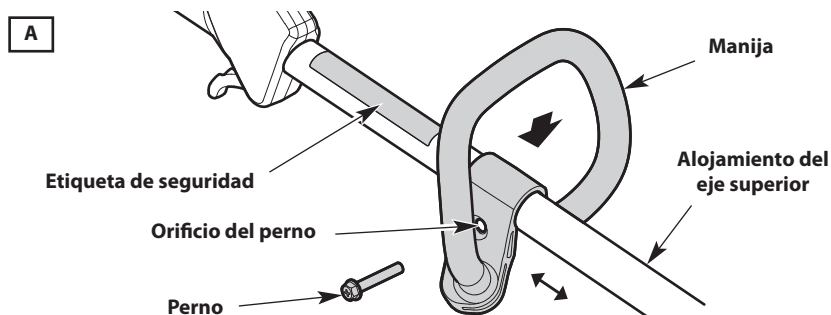
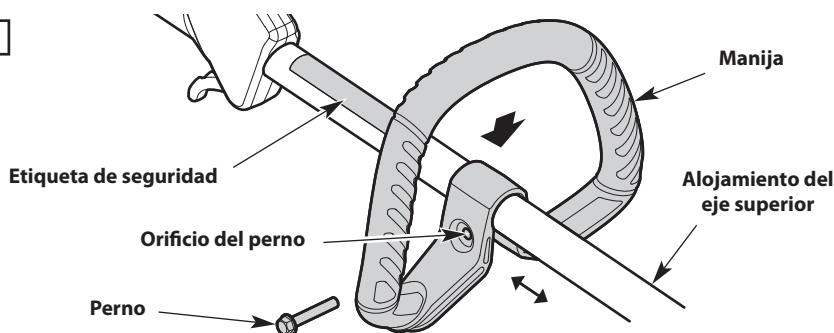

Fig. 8
Fig. 9
1. Oprima la manija hacia abajo sobre el alojamiento del eje superior (Fig. 8 o Fig. 9). Asegúrese de que el orificio del perno mire hacia la derecha (Fig. 8 o Fig. 9).
2. Inserte el perno en el orificio del perno y oprímalo para que pase a través de él (Fig. 8 o Fig. 9). Ajuste el perno con un destornillador de cabeza plana, pero no lo ajuste completamente.
3. Mantenga la unidad en la posición de funcionamiento (Fig. 14). Mueva la manija hacia arriba o abajo del alojamiento del eje superior hasta que esté en una posición cómoda (Fig. 8 o Fig. 9). Compruebe que la manija esté ubicada más allá del extremo de la etiqueta de seguridad (Fig. 8 o Fig. 9).
1. Afloje el perno con un destornillador de cabeza plana (Fig. 8 o Fig. 9).
2. Mantenga la unidad en la posición de funcionamiento (Fig. 14). Mueva la manija hacia arriba o abajo del alojamiento del eje superior hasta que esté en una posición cómoda (Fig. 8 o Fig. 9). Compruebe que la manija esté ubicada más allá del extremo de la etiqueta de seguridad (Fig. 8 o Fig. 9).